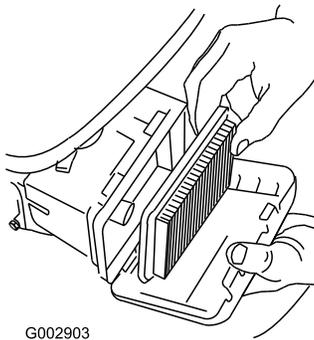

Bild 38
3. Entfernen Sie den Luftfilter (Bild 38).